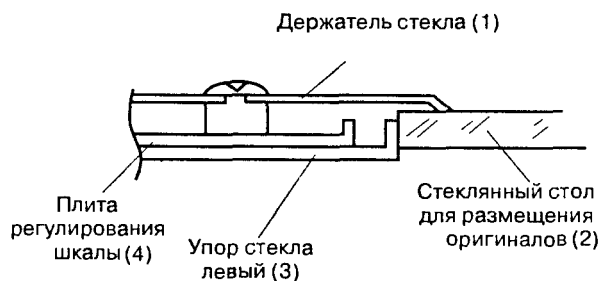

Рис. 2.11
1. Регулировка перекоса бумаги (рис. 2.11)